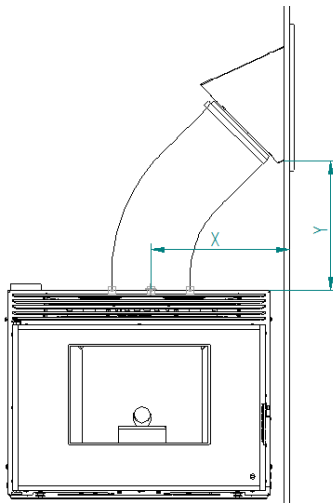

Figura 13 - Attrezzature di installazione
- La posizione della bocca di carico deve mantenere un rapporto in cui X è sempre inferiore $Y = X * 0.7$. (Vedere Figura 13). In questo modo si può garantire che la pendenza è sufficiente in modo che il pellet non vengono bloccati nel tubo che collega la bocca di carico, con la parte superiore del telaio inseribile. La bocca di carico può essere installato su qualsiasi delle pareti formanti il sacchetto in cui è installata l'apparecchiatura, sia destra o verso sinistra la parte anteriore o posteriore dell'alloggiamento ospitare distribuzione consente. È sempre necessario rispettare le distanze minime $X = 390$ mm $Y = 275$ mm Esempio: $X = 450$ $Y = 450 \times 0,7$ mm = 315 mm (minimo).